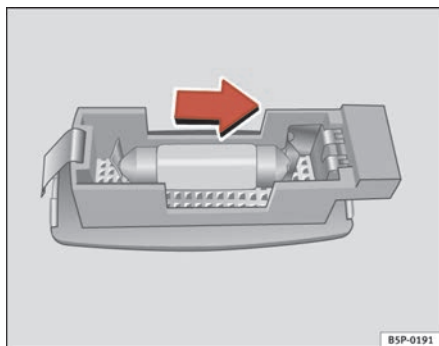

Abb. 179 Ausbau der Leuchte in der Sonnenblende
- Das Lampenglas mit einem Schraubenzieher vorsichtig an der Vertiefung heraushebeln, wie dies der Pfeil zeigt ⇒ Abb. 179.
- Nehmen Sie die Glühlampe in Pfeilrichtung heraus ⇒ Abb. 179.